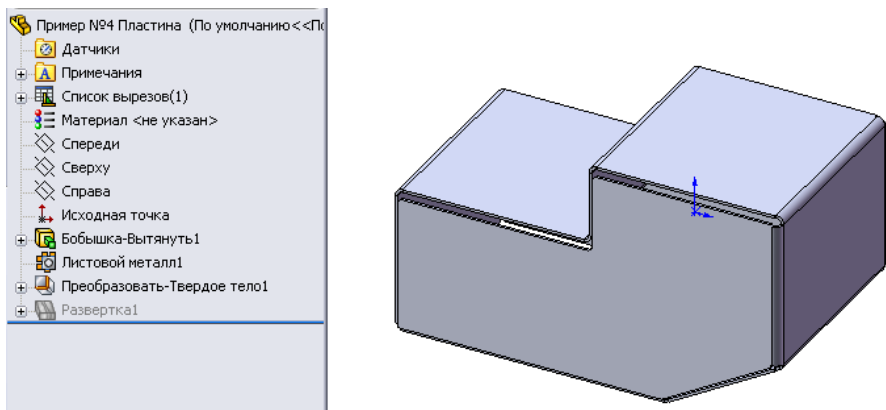

Рисунок 9.60 - Створено згини, розриви й рельєфні підрізи
9. Закінчимо перетворення твердотільної деталі в деталь із листового металу, нажавши кнопку **ОК**. У результаті на деталі з'являться згини, розриви й рельєфні підрізи для зняття напруг, а в дереві конструювання нові елементи: **«Листовой металл1**, **Преобразовать-Твердое тело1»** і **«Развертка1»** (у погашеному стані) (рис. 9.60).